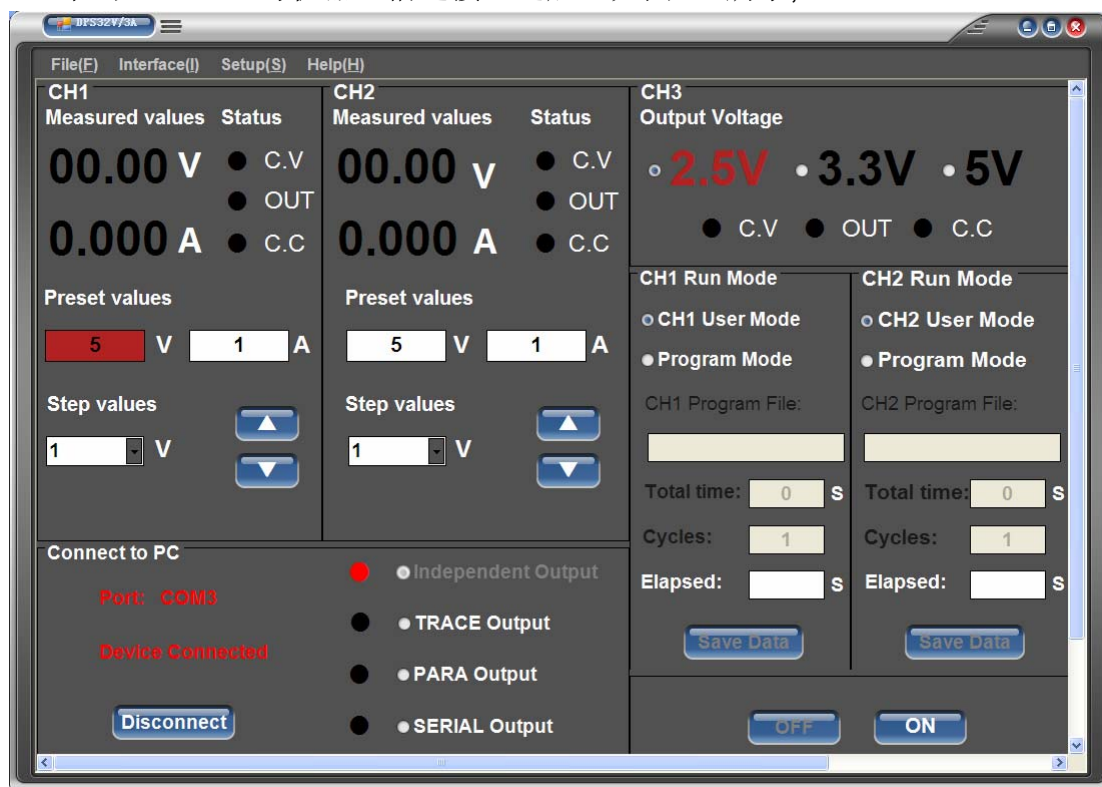

图 14
2、单击 Connect 与机器通信连接上之后，如图 14 所示；